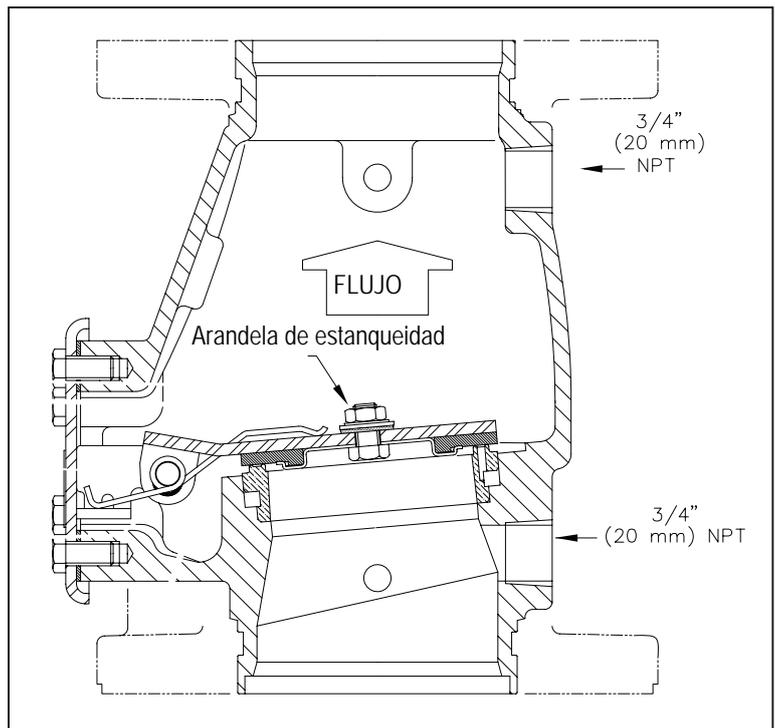

Figura 52
- b. Colocar la retención (con la goma) contra la clapeta, como se muestra en la Figura 52.
- c. Colocar y apretar el tornillo de cabeza esférica, la arandela de sellado y la tuerca hexagonal, como se muestra en la Figura 52. La arandela de sellado y la tuerca hexagonal deben colocarse en la parte superior de la clapeta como se indica. No apretar en exceso.
de los extremos del conjunto. Antes de llevarlo a su posición final colocar el muelle (si es aplicable) orientándolo como se indica en la Figura 52. Continuar introduciendo el eje hasta el final.